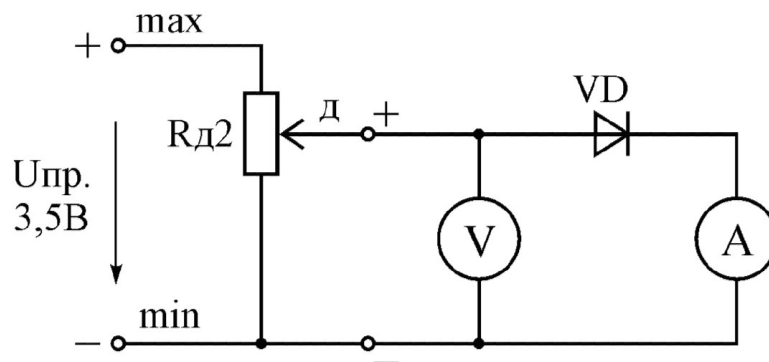

Рис. 5.7 – Схема для отримання вольт-амперної характеристики діода при прямому включенні
1.2 Зібрати схему згідно рис. 5.7. При цьому ручка потенціометра $R_{д2}$ в початковому стані повинна бути викручена проти годинникової стрілки до упору.